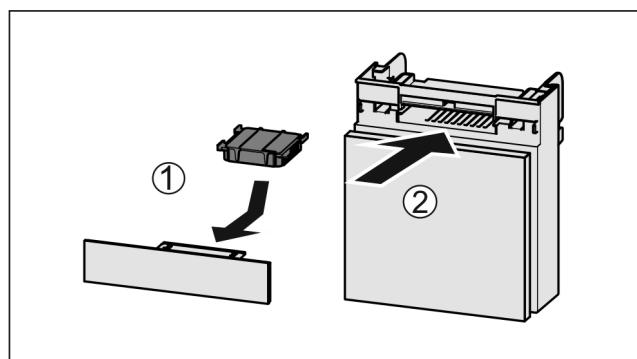

Fig. 73
- Aktivni ogleni filter vstavite Fig. 73 (1) skladno s prikazom na sliki.
- Predal potisnite noter Fig. 73 (2).